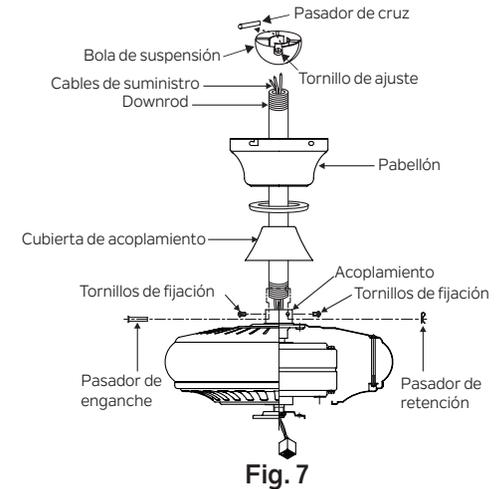

Fig. 7
Paso 1. Retire la bola de suspensión del conjunto de la varilla aflojando aflojando el tornillo de fijación, retirando el pasador transversal y deslizando la bola fuera de la varilla. (Fig. 7)
Paso 2. Afloje los dos tornillos de fijación y retire el pasador de enganche y el clip de retención del acoplamiento en la parte superior del conjunto del motor. (Fig. 7)
Luego, reemplace el pasador de enganche y el clip de retención. Apriete ambos tornillos de fijación. (Fig. 7)
Enrosque la bola de suspensión en la varilla, inserte el pasador transversal a través de la varilla y apriete. Ahora apriete el tornillo de fijación. (Fig. 7)